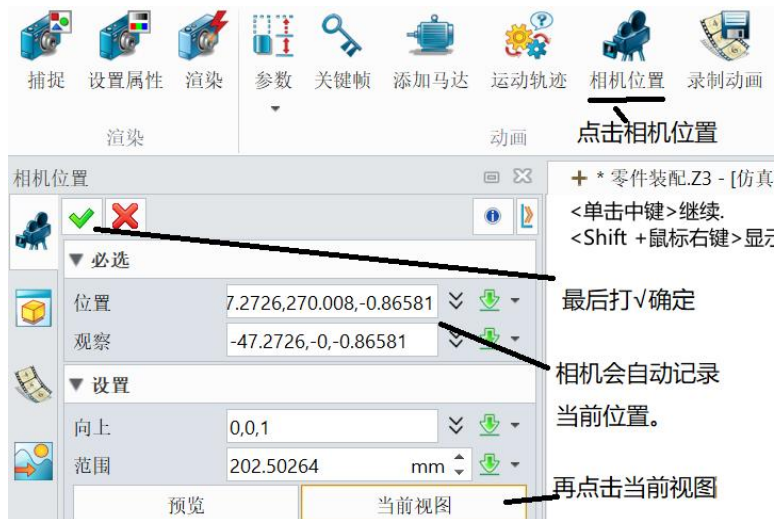

图 17-11 相机位置设置
1、首先进入动画管理，鼠标双击，激活关键帧 0.00。再进入视图管理，双击激活如图 17-5 中自定义创建的视图 1。再点击菜单栏中的“相机位置”，弹出对话框，如图 17-11 所示。